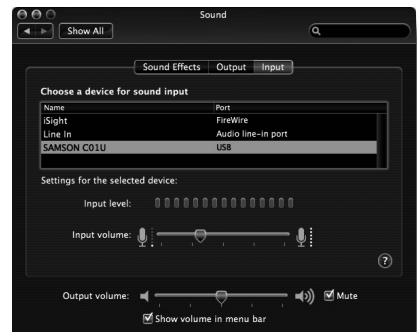

Abb. 3
4. Klicken Sie auf das Input-Register und wählen Sie SAMSON C01U (Abb. 3).